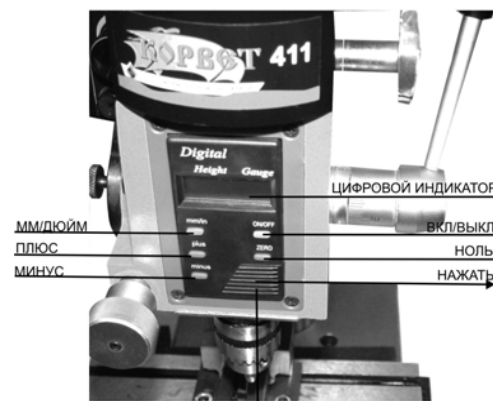

Рис. 6
9.3. Жидкокристаллический цифровой индикатор (Рис. 6)
9.3.1. Для операции сверления сначала нажмите переключатель ВКЛ/ВЫКЛ и затем нажмите кнопку "ZERO" (ноль). Нажмите кнопку "mm/in" (мм/дюйм) для включения метрических или дюймовых единиц. Эти две функции можно выполнить независимо от позиции ручки подачи шпинделя. После этого можно начинать сверление. Показания индикатора можно изменить в любой позиции нажатием кнопок «плюс» или «минус». Когда дисплей показывает ошибку (например, мигает или отсутствуют показания), это означает, что сели батарейки, и их нужно заменить. Нажмите на крышку батарейного отсека (22), показанную на Рис. 6 стрелкой и откройте крышку батарейного отсека. Извлеките батарейки и замените на новые. Напряжение цинковых круглых батареек 1.55 В. После замены батареек выполните процедуры в обратном порядке.